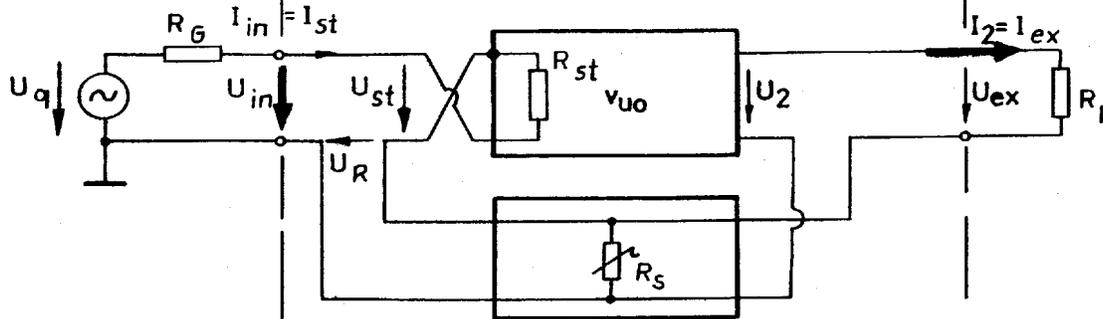

Abb. 4d: Serien - Serien - Rückkopplung
1.4.3.4 Serien–Serien–Rückkopplung nach Bild 4d